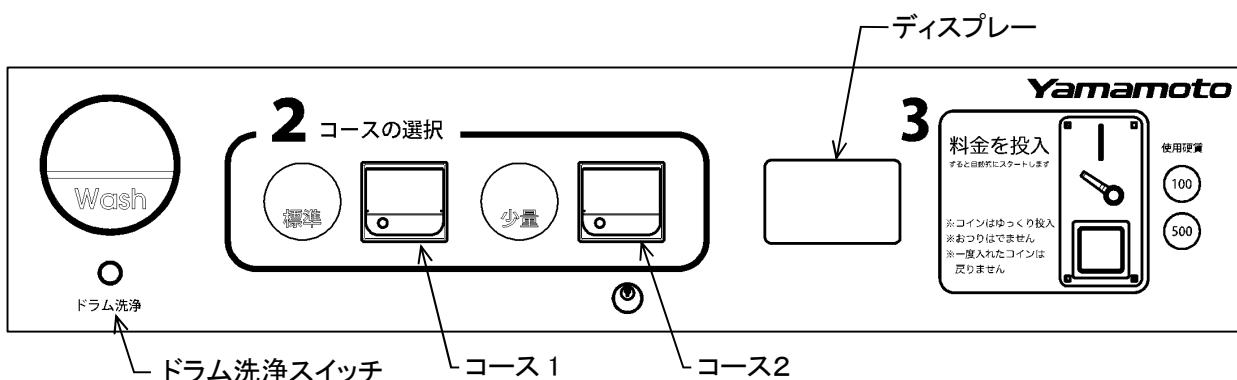

図7-1
7.1.1 操作パネルの説明(図7-1)
- 2) コース選択スイッチを押し、コースを選択します。(図7-1)